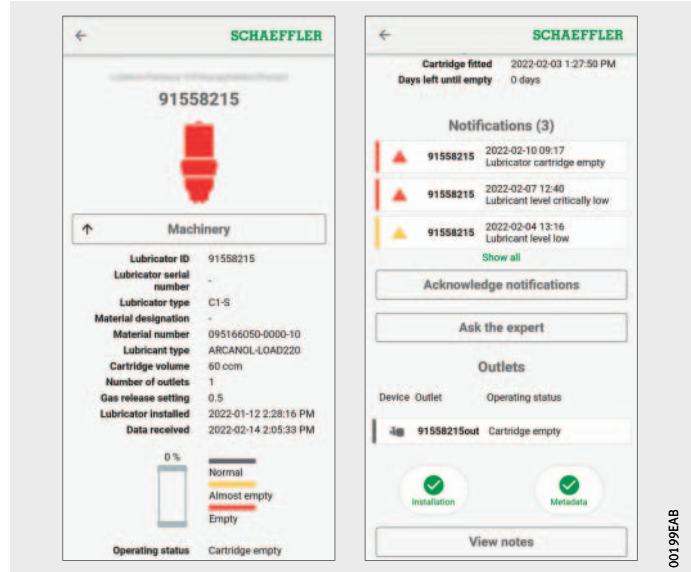

Bild 40
- ▶ Tippen Sie auf die Schaltfläche **[Add Lubricator]**, *Bild 40*, Seite 49, oder auf die Schaltfläche **[Provision Lubricators]**, *Bild 30*, Seite 37.